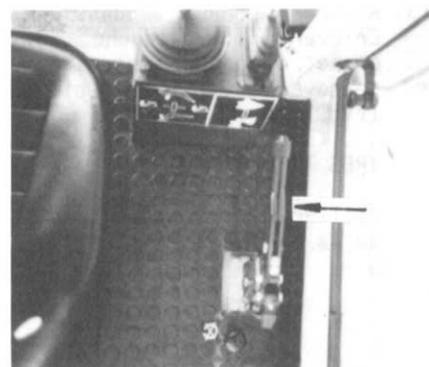

Bild 55
Die Einstellung der Feststellbremse wird am Drehgriff des Handhebels (Bild 55/Pfeil) vorgenommen.
Adjustment on the parking brake will be done at the turning handle of the hand lever (fig. 55/arrow).
Le réglage du frein de parking se fait par le poignée tournante de la manette (fig. 55/flèche).
1. Handhebel (Bild 55/Pfeil) anziehen, wieder lösen und dann Einstellschraube bis zum Anschlag linksherum drehen.
1. Pull hand lever (fig. 55/arrow), then release and then turn adjustment screw left until stop.
1. Tirer la manette (fig. 55/flèche) et la relâcher, puis tourner la vis d'ajustage vers la gauche jusqu'à la butée.